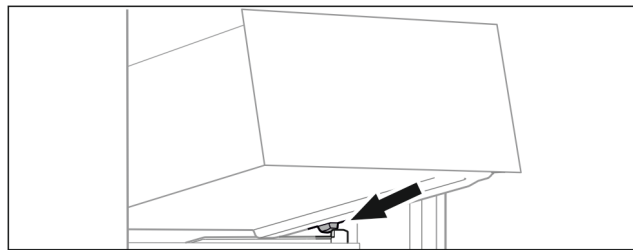

Fig. 22
- ▶ Lade schuin achter de stoppers op de containerrib plaatsen Fig. 22 ().